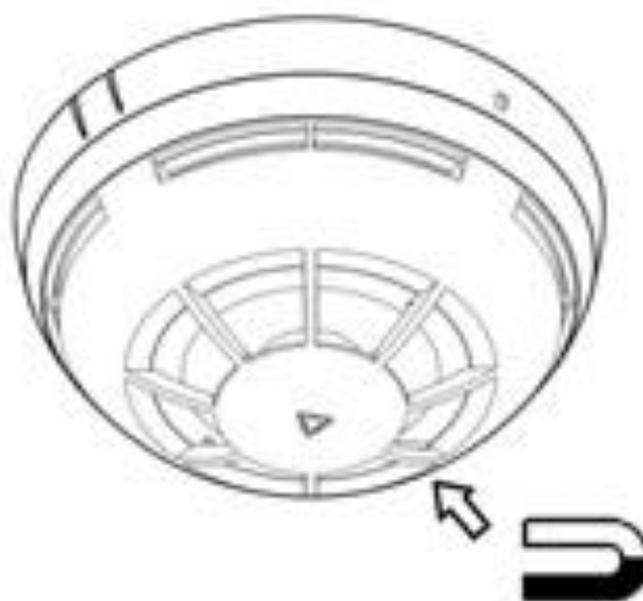

Рисунок 2.3
2.2.2 Поднести постоянный магнит к краю корпуса извещателя в область, противоположную обозначенной метками на базе (см. Рисунок 2.3). Извещатель должен сработать (индикация – непрерывное свечение СДИ) в течение времени не более 8 с. ПКУ должен перейти в режим "Пожар".